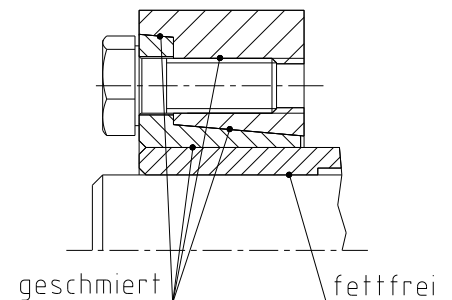

Bild 4: Reinigen und Fetten der Kontaktflächen
Verschmutzte oder gebrauchte Spannsätze sind vor dem Einbau zu demontieren und zu reinigen. Anschließend sind die Konusflächen und Gewinde mit Molykote MoS2 zu fetten (siehe Bild 4). Zum Nachschmieren z. B. Mehrzweckfett Molykote G Rapid plus verwenden.
- Prüfen Sie den Wellen- und Nabensitz auf die vorgeschriebene Toleranz (siehe Bild 4).
Kontaktflächen von Welle und Nabenbohrung (Hohlwelle innen) dürfen nicht gefettet oder geölt werden (siehe Bild 4).
Gebrauchte Spannsätze sind vor dem Einbau zu demontieren und zu reinigen. Anschließend sind die Konusflächen und Gewinde mit Molykote MoS2 zu fetten (siehe Bild 4). Zum Nachschmieren z. B. Mehrzweckfett Molykote G Rapid plus verwenden.